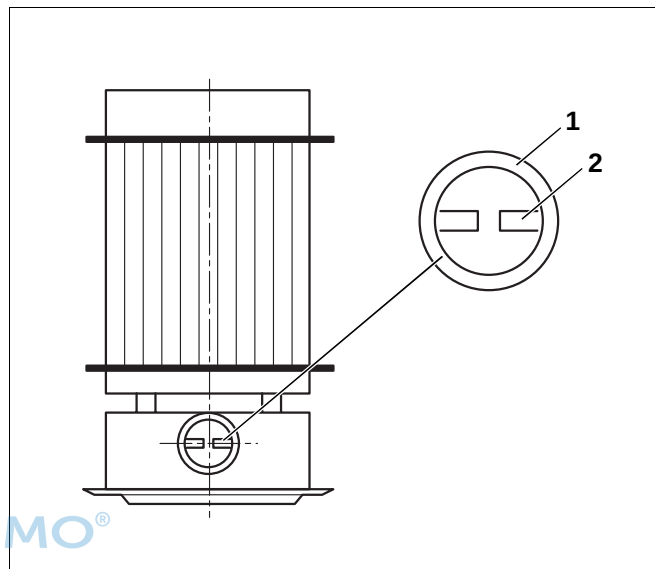

Abb. 8 Entfernen der Blende – nur H214V
- Befestigungshalter (Abb. 8, **Pos. 2**) umbiegen.
- Blende aus dem Abgasstutzen (Abb. 8, **Pos. 1**) herausnehmen.